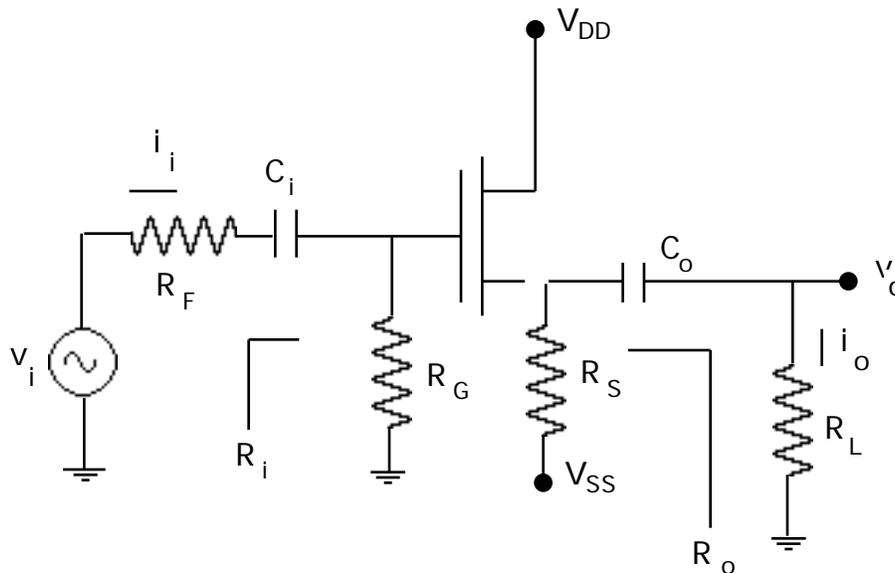

Figura 2.- Amplificador Drain Común
9.- Diseñe un amplificador Drain Común utilizando el esquema de la Figura 2, que cumpla con las siguientes especificaciones:
II. En el circuito de la Figura 2: